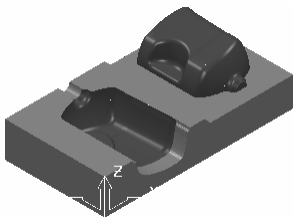

图 2-240 打开范例文件
2) 选择下拉菜单中的“文件”→“范例”命令，弹出“打开范例”对话框，选择“bottle.dmt”（“随书光盘：\第2章\exercise21\uncompleted\bottle.dmt”）文件，单击“打开”按钮即可，如图 2-240 所示。